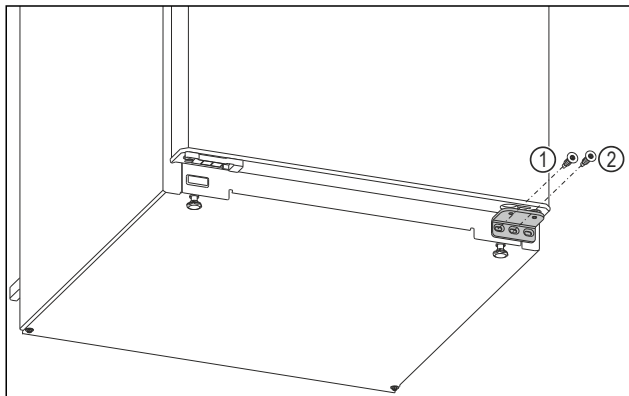

Fig. 4
- Në bazamentin mbështetës poshtë, lironi vidën e brendshme me një kaçavidë Torx 20. Fig. 4 (1)
- Në bazamentin mbështetës poshtë, lironi vidën e mesit me një kaçavidë Torx 20. Fig. 4 (2)